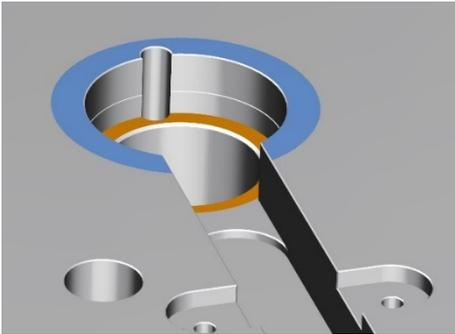

Figura 34: Comprobación del asiento de la boquilla
- 1) Antes de instalar el canal caliente, verifique la profundidad de instalación de la boquilla en su placa de sujeción de la boquilla en tres puntos a intervalos de 120 grados (la distancia entre la superficie azul y naranja en la Figura 34) y compare el valor con las especificaciones en las instrucciones de montaje correspondientes o el dibujo de diseño de su canal caliente. Continúe solo si el valor medido está dentro de las tolerancias especificadas.